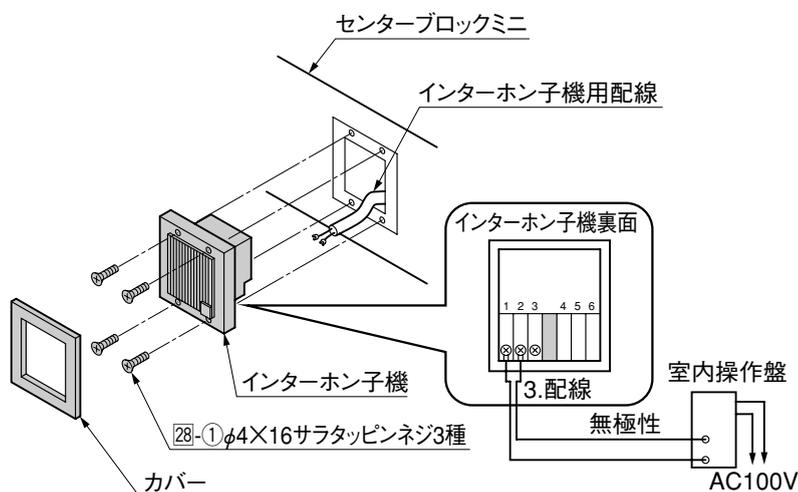

図7-1
- ① UH-1型照明を取付ける場合、取付面に図7-1の寸法を加工してください。
- ② UH-1型照明の取付けおよび配線は、UH-1型照明の取付説明書にしたがって行なってください。
- ① 図7-1を参照してインターホン子機用配線を、インターホン子機の裏面の端子台に接続してください。
- ② インターホン子機のカバーをはずしてください。